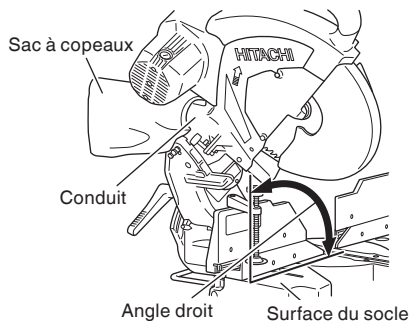

Fig. 49
- (1) Si le sac à copeaux est plein, les copeaux sortent du sac quand la lame tourne. Vérifier le sac à copeaux périodiquement et le vider avant qu'il ne soit plein.
- (2) Lors d'une coupe de biseau ou d'une coupe mixte, fixer le sac à copeaux à angle droit sur la surface du socle comme indiqué à la Fig. 49.